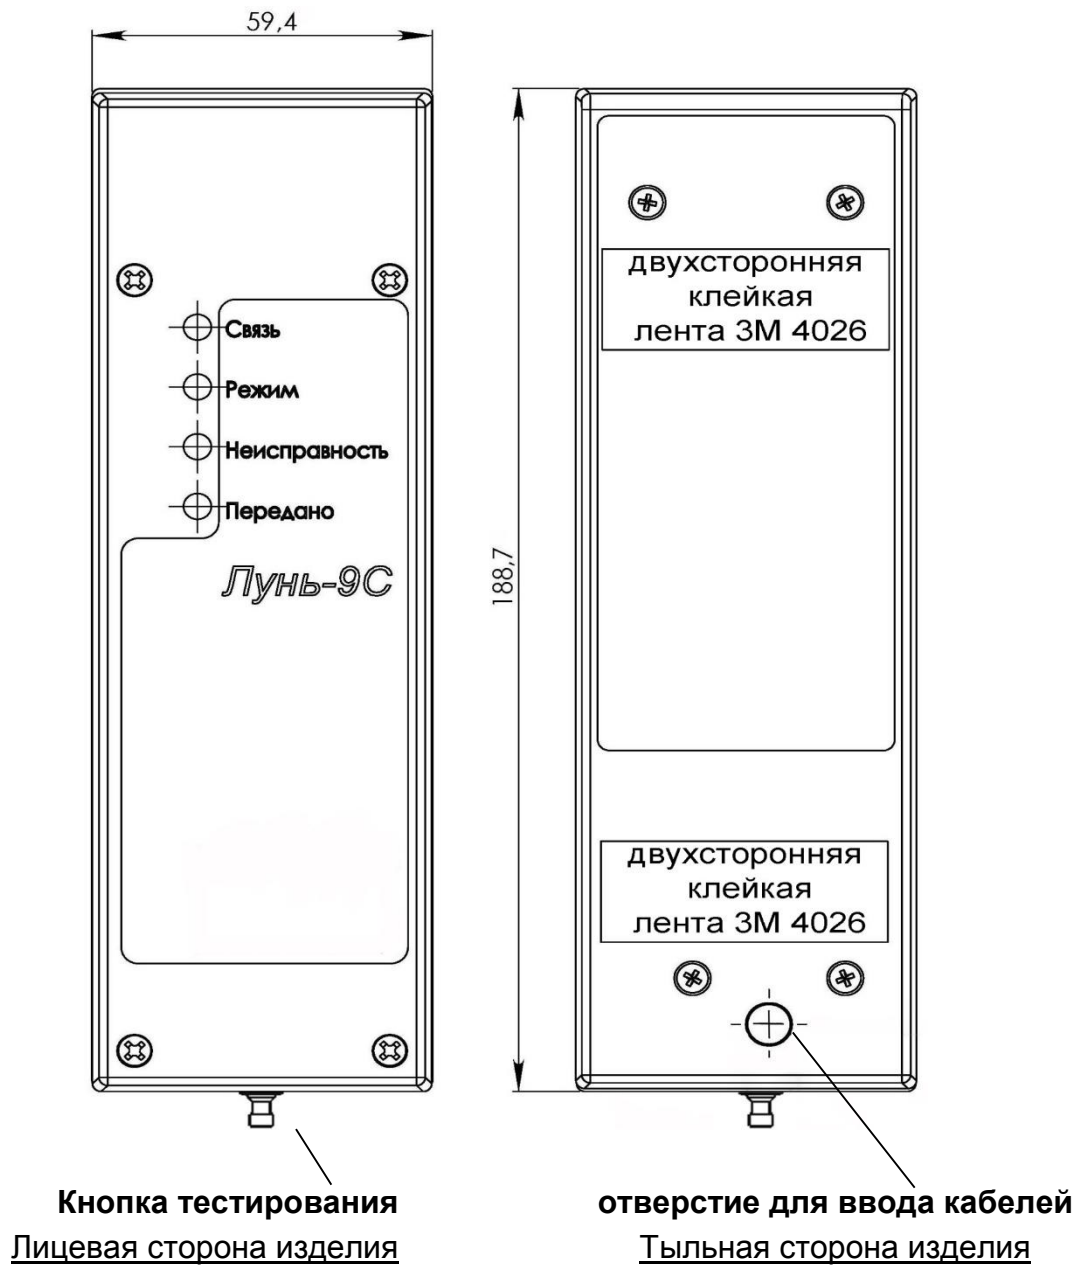

Рис. 1. Общий вид изделия
На основной плате изделия имеются клеммы (см. Рисунок 1):
Изделие имеет следующие светодиодные индикаторы (см. рисунок 1):
- просверлить отверстие на корпусе ППКП (ППКОП) диаметром более 7,5мм для прокладки монтажных кабелей, согласно Рисунок 1.
- Закрепить основание корпуса изделия на корпусе ППКП (ППКОП) с помощью двухсторонней клейкой ленты 3М 4026, которая имеется на тыльной стороне изделия (см. Рисунок 1). Для этого необходимо снять защитную пленку и установить изделие на место монтажа, предварительно обезжирив последнее. Рекомендованная температура, при которой наиболее эффективно клеится корпус изделия – от плюс 20 до 40°С.